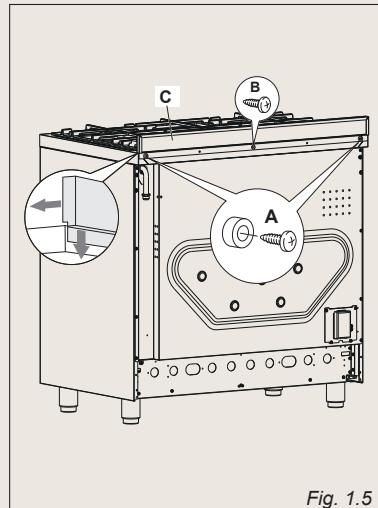

Fig. 1.5
Avant d'installer la cuisinière, assembler la protection arrière "C" (fig. 1.5).
- * Enlever les entretoises "A" (fig. 1.5) en devissant la vis de fixation.